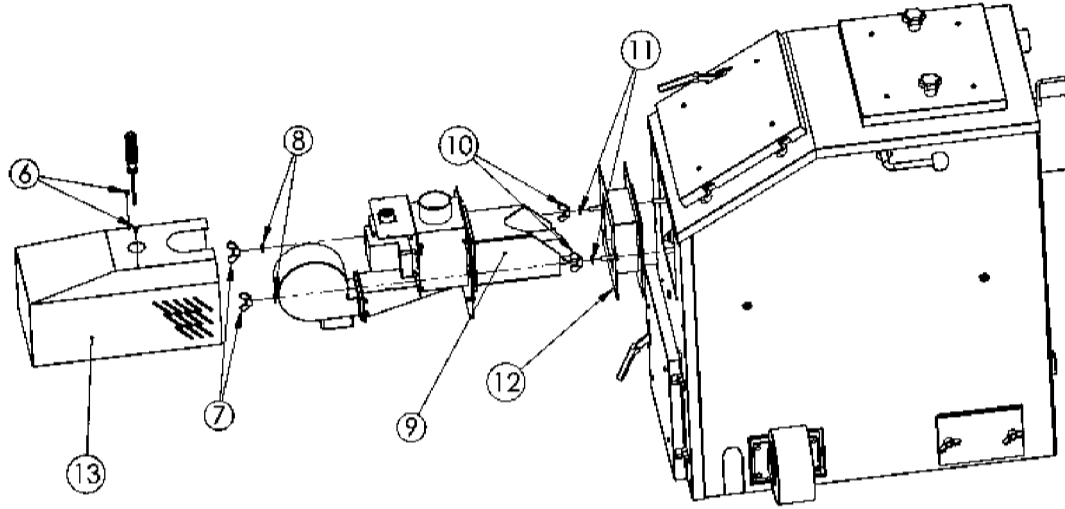
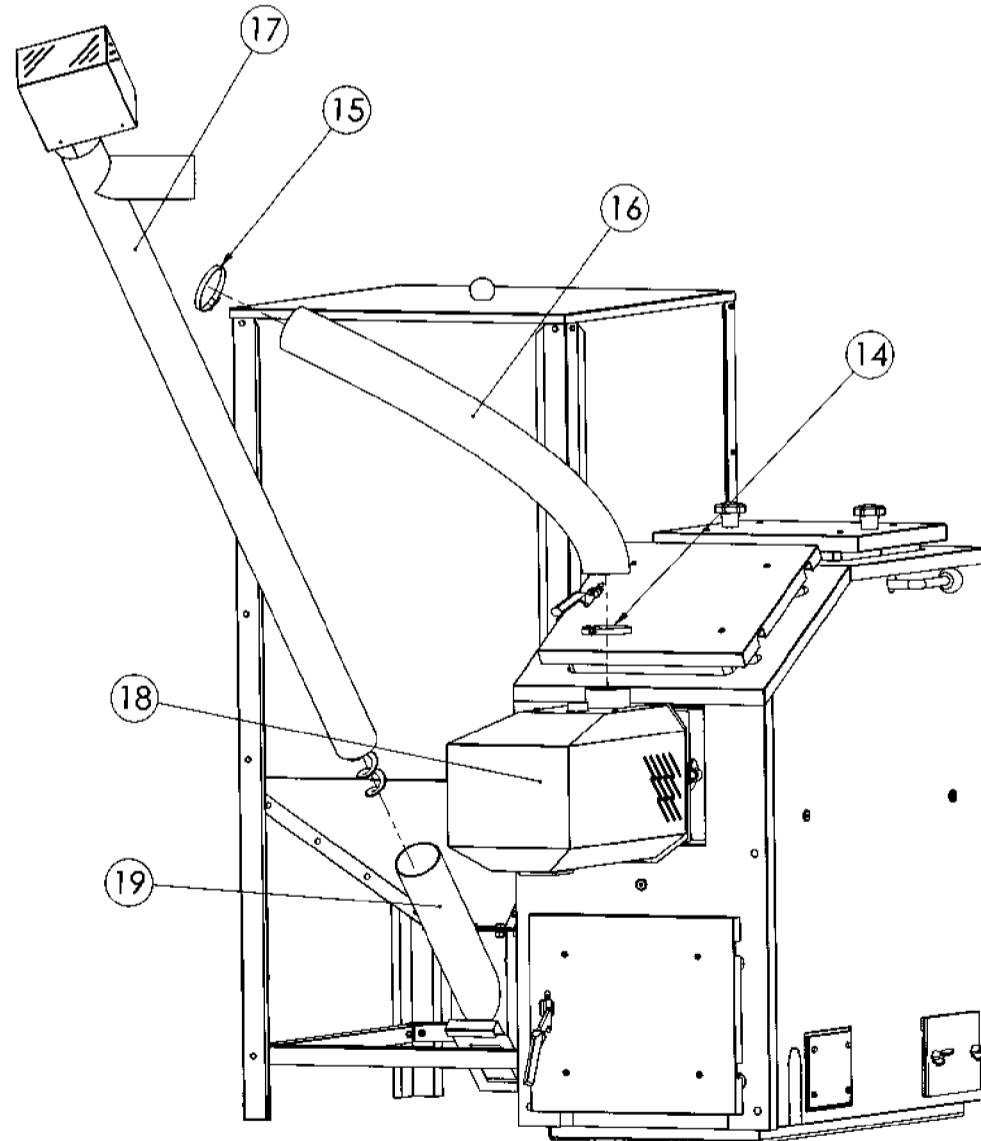

Рис. 13 Монтаж форсунки Платинум Био.
Рис. 14 Монтаж питателя.
2. Снять корпус форсунки (5), открутить два барашка (2) и вынуть два винта (4) с двумя прокладками (3).
3. Установить форсунку (9) в адаптере (12), привинчивая ее двумя барашками (10) с прокладками (11) (рис. 13). Адаптер (12) с форсункой (9) прикрепить в котле двумя барашками (7) с прокладками (8).
4. Установить корпус форсунки (13) фиксируя его винтами (6)
5. Всузить трубу питателя (17) в фиксирующую трубу (19) (рис. 14.).
6. Установить эластичный шланг (16) на трубу питателя (17) и защитить зажимной повязкой (15).
7. Установить эластичный шланг (16) на трубу форсунки (18) и защитить зажимной повязкой (14).